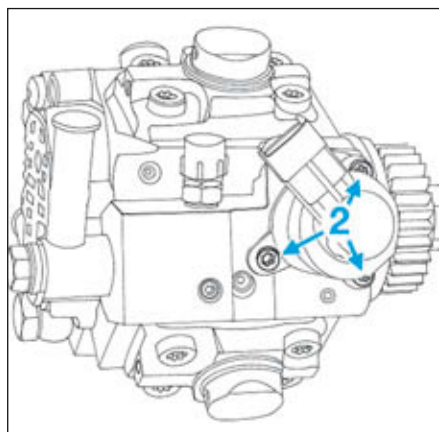

FIG.156
- Déposer les trois vis (2) (Fig.156) du régulateur de pression de carburant.